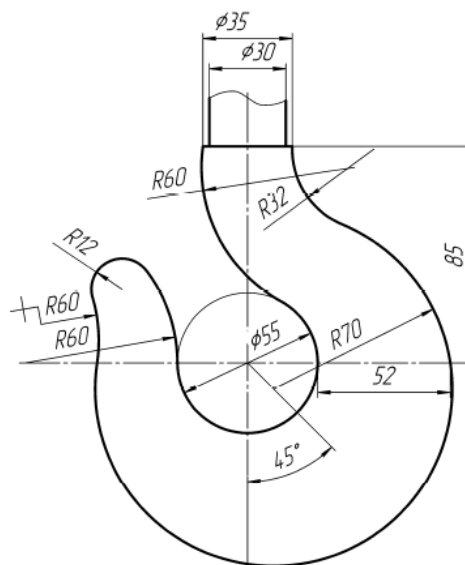

Рис. 3.13. Построение детали крюка
2. Построение детали крюка (рис. 3.13)